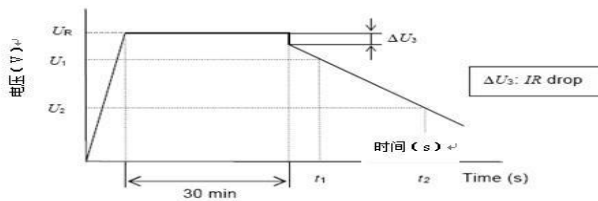

图2 电容器的端电压特性
- ⊙ 测量电容器两端电压从 U1 到 U2 的时间 t1 和 t2，如图 2 所示，根据下列等式计算电容量值